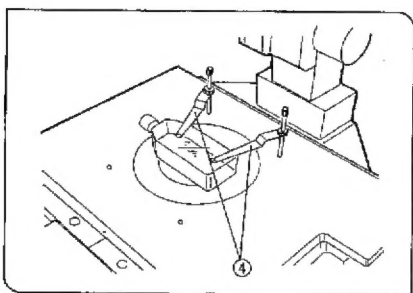

図 14
4) ステージクリップ(U-SCL)④をステージ上面のねじ穴にねじ込みます。(図14)